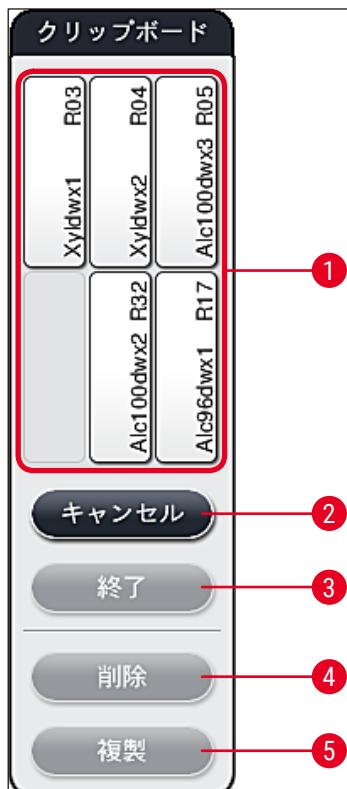

図 63
- ・「OK」で確認すると、「クリップボード」（→「図 63」）が開きます。これに最大で 6 個の試薬ステーション（→「図 63-1」）を移動できます。